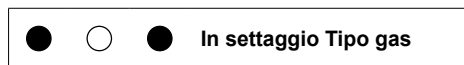

Figura 8.7
- Premere il pulsante di ripristino 6 tante volte (4 volte) fino alla visualizzazione delle spie di segnalazione 3 come in Figura 8.7 (leggenda spie Figura 8.4).